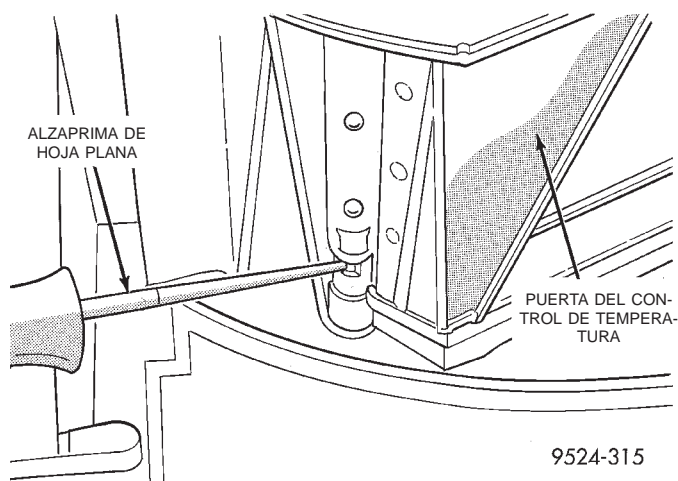
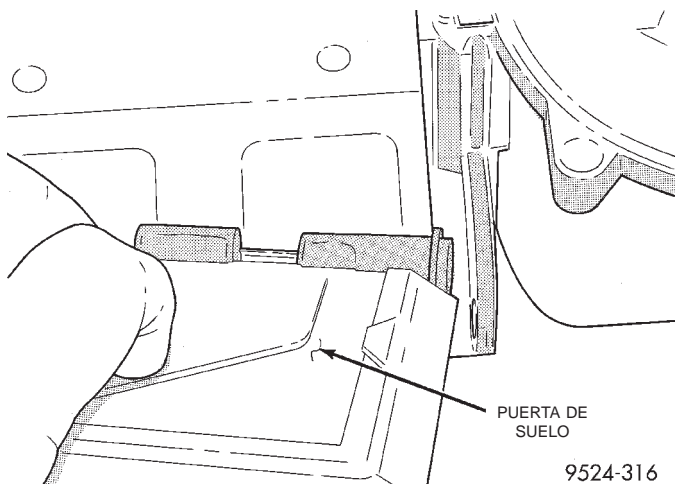

Fig. 108 Desmontaje de la compuerta del control de temperatura
Fig. 109 Desmontaje de la compuerta de suelo
(38) Oprima el collarín de retención que se encuentra en la compuerta de control de temperatura. Retire la compuerta de control de temperatura (Fig. 108).
(39) Descalce la compuerta del panel de la mitad trasera de la caja. Retire la compuerta de la caja.
(40) Descalce la compuerta de suelo de la mitad delantera de la caja. Retire la compuerta de la caja (Fig. 109).